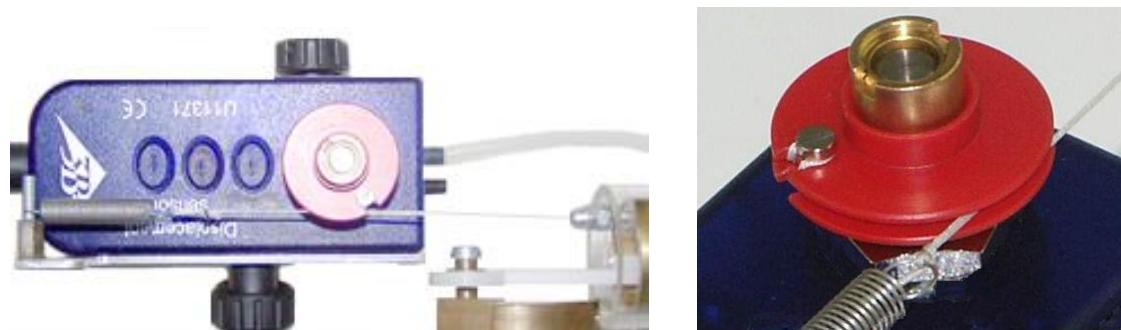

Fig. 2 Montaje del hilo en la roldana de cuerda del captador de camino
- Se enrolla el hilo en la roldana de cuerda del captador de camino de s la Fig. 2.